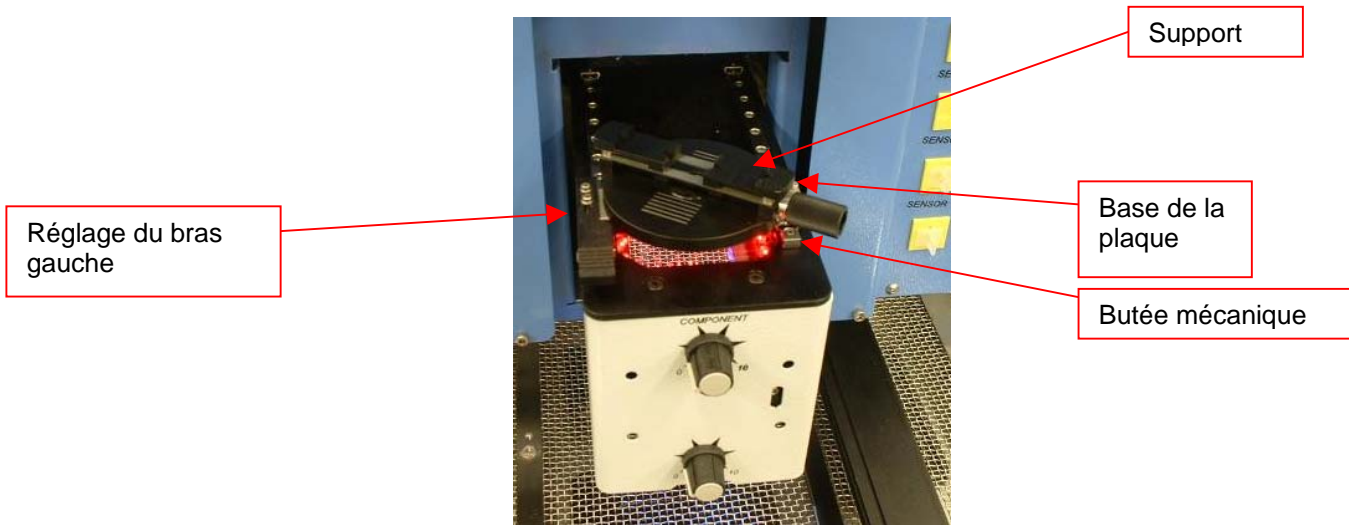

Figure 60
- d. Desserrer les 2 vis qui retiennent le support de montage du laser. (Figure 60)